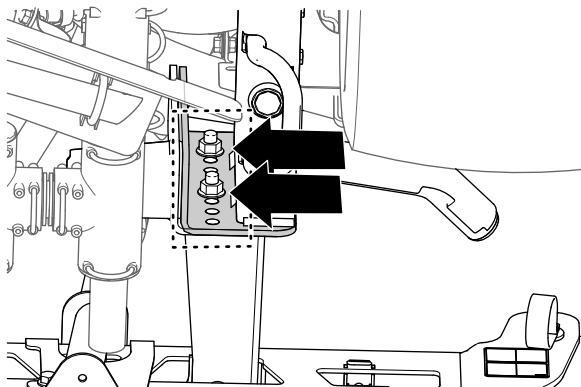

図 44
3. フランジヘッドボルト 1/2 x 1-1/4 インチ 4本とフランジロックナット 1/2 インチ 4個でセンターブームのサポートブラケットを機体の取り付けプレートに固定している穴の位置を、テープなどでマーキングする 図 44。